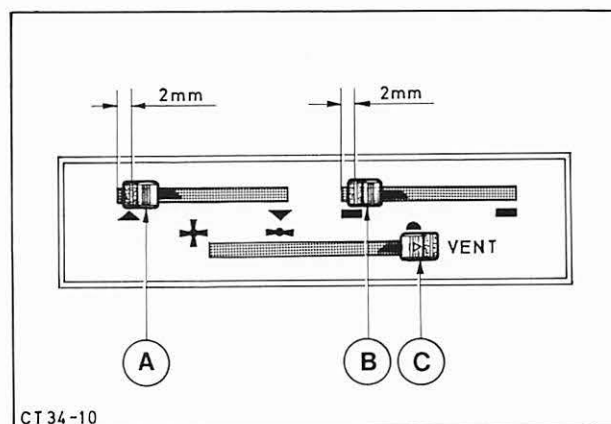

Abb. 12 Korrekte Einstellung der Regulierhebel
- Regulierhebel „A“ und „B“ am Bedienungsschalter ca. 2 mm vor Anschlag und die entsprechenden Klappen im Heizungs- bzw. Verteilergehäuse in Endstellung bringen. Abb. 12. Bowdenzüge in dieser Position montieren.
- Hebel „C“ am rechten Anschlag („VENT“) durch Herausziehen arretieren und Lufteinlaßklappe im Verteilergehäuse schließen. Abb. 12. Bowdenzug in dieser Position montieren.